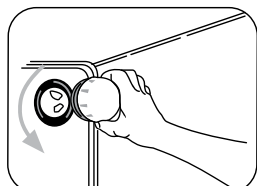

Figura 52.
- Quite el vidrio que cubre la lámpara en la parte posterior del horno, girando en el sentido contrario a las manecillas del reloj (Ver figura 52).